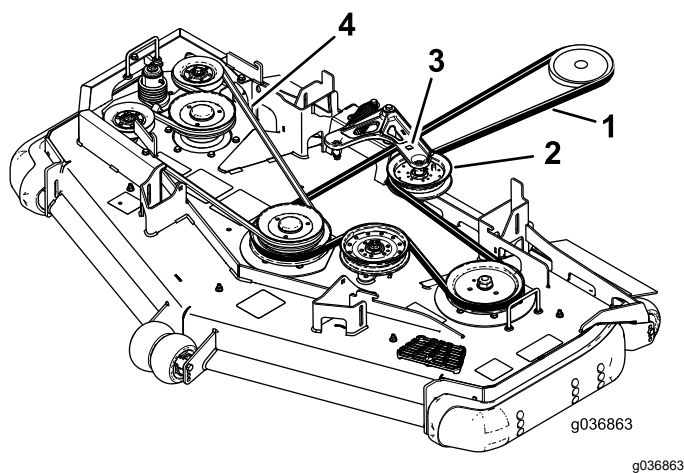

Figure 99
6. Insérez un rochet dans le trou carré du bras de la poulie de tension pour détendre le ressort de la poulie de tension (Figure 99).
8. Acheminez la courroie neuve autour des poulies du tablier de coupe et de la poulie d'embrayage, sous le moteur (Figure 99).
9. Tournez et vérifiez que la patte du guide-courroie vient frapper le moyeu de pivot (Figure 99).
10. Insérez le rochet dans le trou carré et chaussez la courroie sur la poulie de tension à ressort (Figure 99). Engagez les extrémités du ressort dans les rainures d'ancrage.